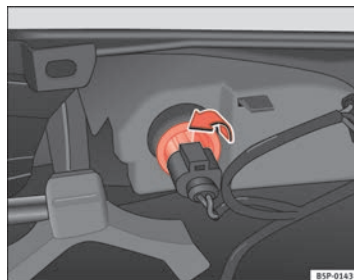

Fig. 196 Piloto por el lado interior del parachoques
- Gire el portalámparas a la izquierda, y extráigalo en el sentido de la flecha ⇒ fig. 196.